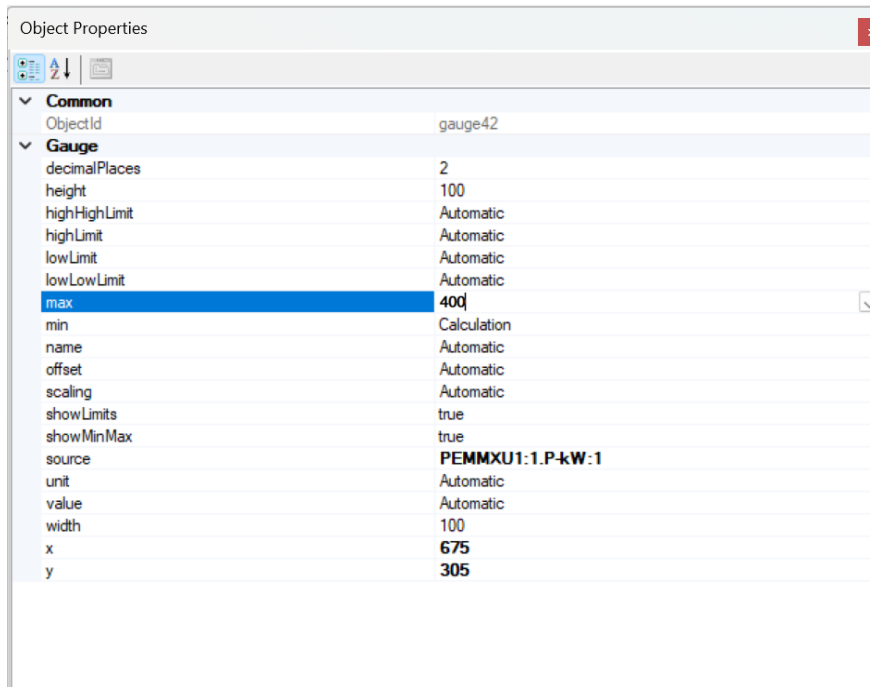

Imagen 164_Selección de valor máximo de medición de potencia.
3.26 Y el valor en “max” será de “400” como se observa en la **Imagen 164**.